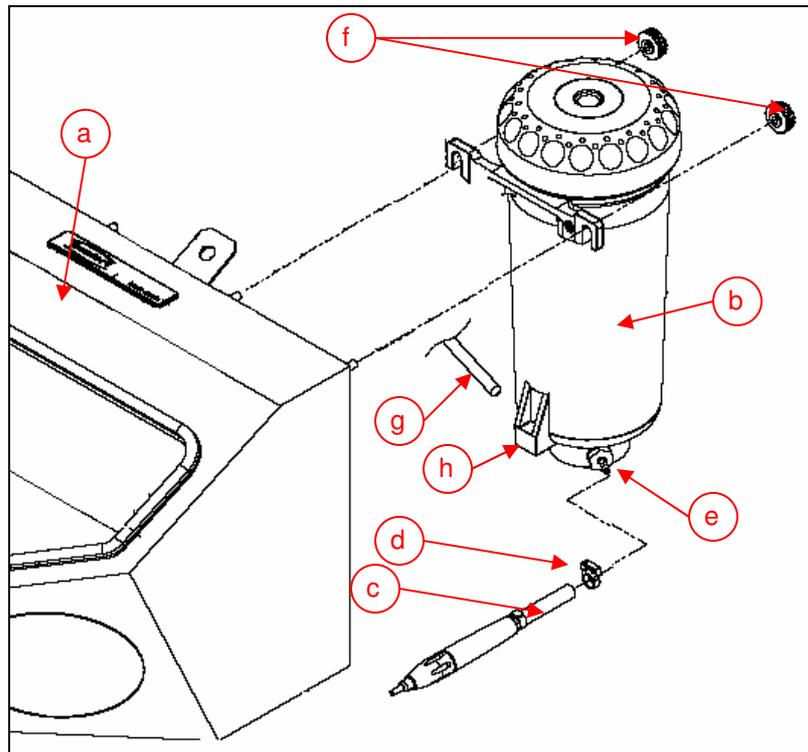

Abb. 2 Gehäuse und Tank
- Rändelmuttern (Abb. 2 f) lösen.
- Tank (Abb. 2 b) am Gehäuse (Abb. 2 a) aushängen.
- Druckluftschlauch (Abb. 2 g) aus der Push-in Verschraubung des Tanks entfernen.
- Strahlschlauch (Abb. 2 c) entfernen. Dazu die Schlauchsicherung (Abb. 2 d) lösen und Schlauch vom Schlauchnippel (Abb. 2 e) abziehen.
- Nach der Reparatur Strahlschlauch (Abb. 2 c) wieder auf den Schlauchnippel (Abb. 2 e) aufsetzen und mit der Schlauchsicherung (Abb. 2 d) festklemmen.
- Druckluftschlauch (Abb. 2 g) in die Push-in Verschraubung des Tanks einstecken.
- Tank am Gehäuse einhängen und die Rändelmuttern (Abb. 2 f) festziehen.
- Darauf achten dass die Haltenase (Abb. 2 h) am Gehäuse eingehängt ist.